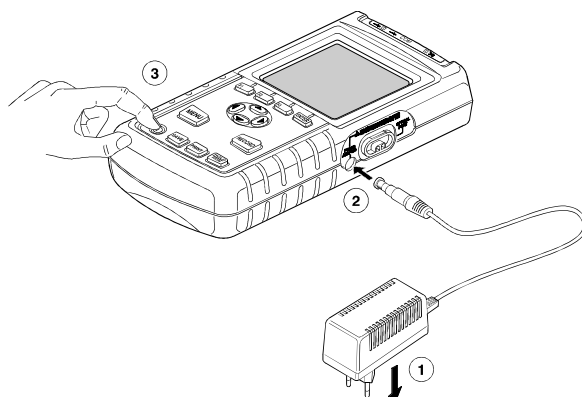

Figura 2. Ligação do Fluke 43B à eletricidade
- 2 Conecte o cabo do adaptador de potência no Fluke 43B (veja Figura 2).